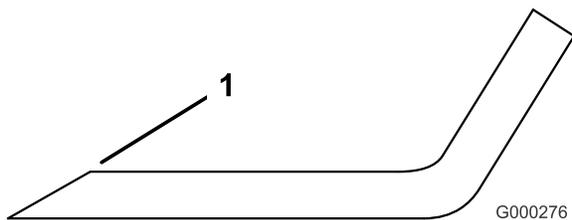

Figure 92
- Au moyen d'une lime, aiguisez les tranchants aux deux extrémités de la lame (Figure 92).